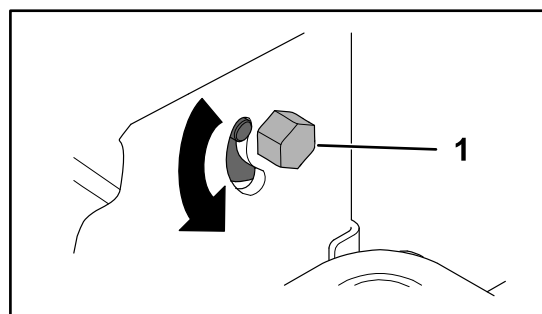

Figure 48
3. Localisez le boulon de réglage de la dérive près du levier de commande de déplacement du côté qui nécessite le réglage (Figure 48).